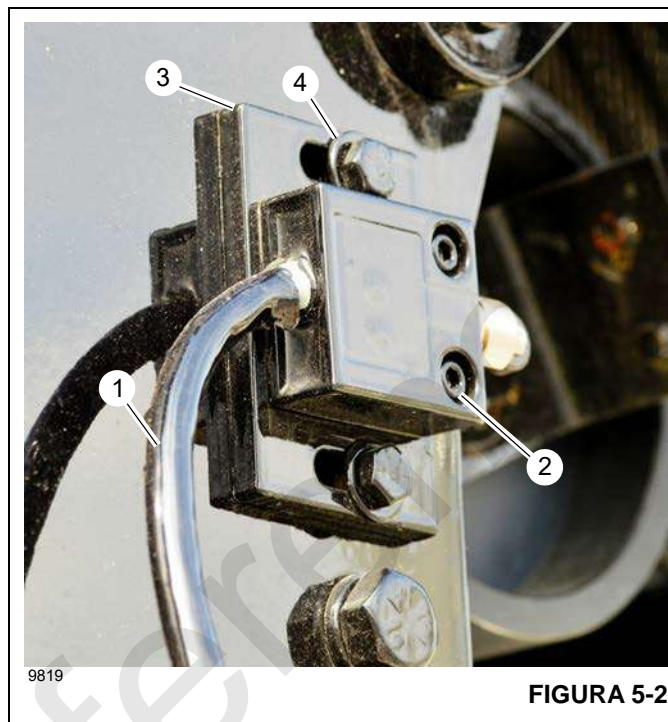

FIGURA 5-2
El indicador de 3 vueltas de cable está integrado en el sistema RCL. El indicador de 3 vueltas de cable (Figura 5-2) se encuentra en el lado (izquierdo) del conjunto de soporte de cojinete del malacate de la grúa. El indicador de 3 vueltas de cable está diseñado para notificar al operador cuando queden tres vueltas de cable de acero o sintético en el tambor del malacate.
1. Desconecte el cable del indicador de 3 vueltas de cable (1, Figura 5-2) del conector del indicador de 3 vueltas ubicado dentro del bastidor del malacate.
2. Retire los pernos (2) y retire el conjunto de indicador de 3 vueltas de cable de la placa (3).
3. Retire los pernos y las arandelas (4) y retire la placa del indicador de 3 vueltas de cable (3) del malacate.